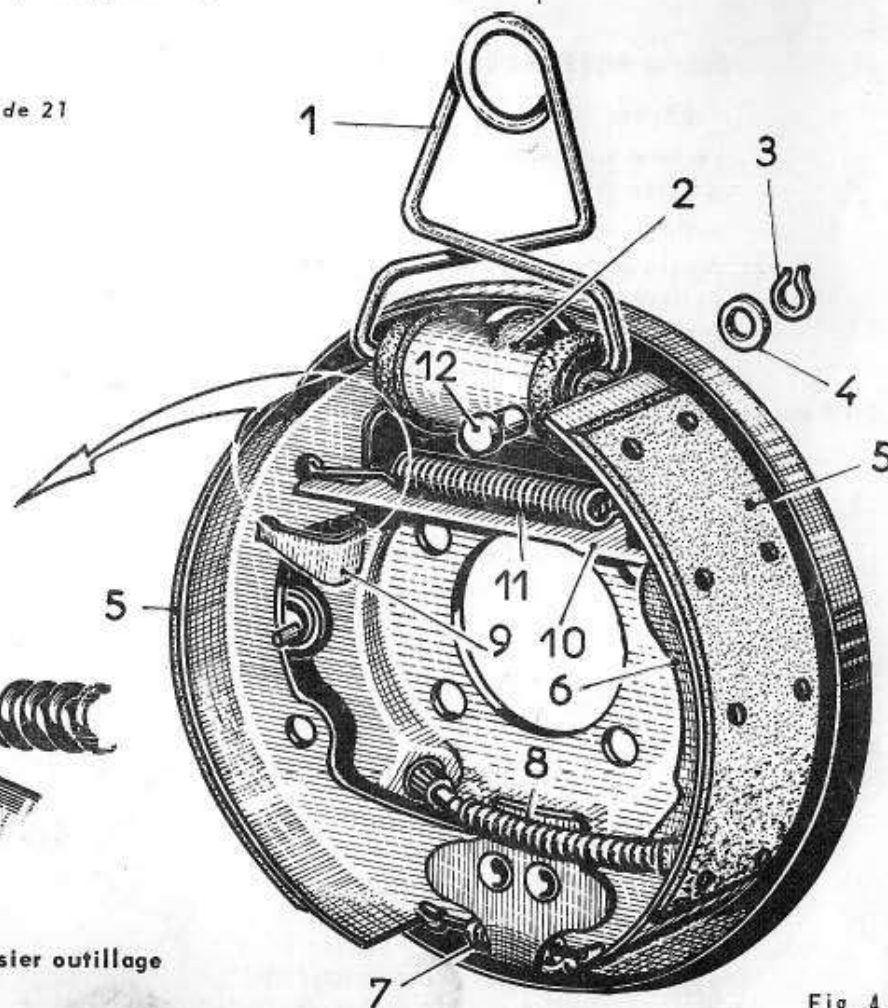

Fig. 4
- 2) Décrocher le câble de frein à main (8) après l'avoir détendu en écartant le levier (6 - Fig. 4) du segment avec un tournevis. Derrière les deux segments (5), monter une pince (1) en fil d'acier, sur le cylindre de roue (2). Décrocher le ressort de rappel (11). Le décrochage du ressort de rappel est facilité par un outil fait dans une lame d'acier (Fig. 3). Déposer les ressorts latéraux (9), dégager l'ensemble de segments (5), la biellette (10) et le ressort de rappel (7)
- 2) Pour éviter un écoulement d'huile, monter une pince comme l'indique la Fig. 4 (MR 504). Décrocher le ressort de rappel et déposer les segments (MR 504).
- 3) Dévisser la vis raccord (2), déposer le contre-écrou (3) et la rondelle Grower, dégager le tuyau flexible (4) de la patte de fixation.